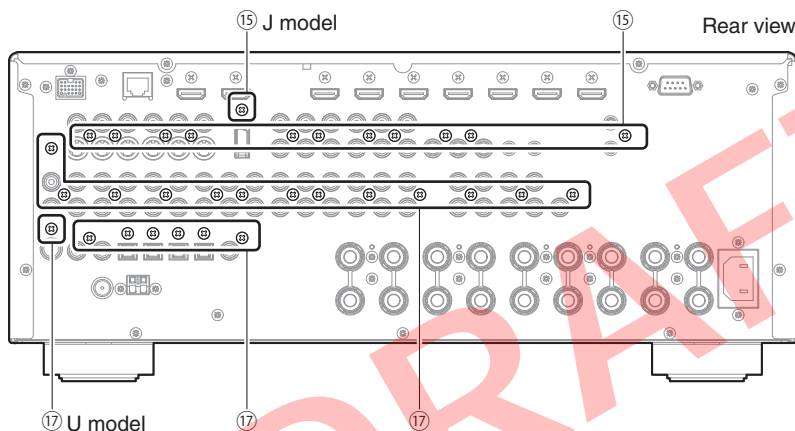

Fig. 4
**5. Removal of VIDEO (1) P.C.B.**
- a. Remove 11 screws (15). (Fig. 4)
**5. VIDEO (1) P.C.B. の外し方**
- a. 15 のネジ 12 本を外します。(Fig. 4)
- b. Remove 20 (U model)/19 (C, R, T, K, A, B, G, F, L models) screws (17). (Fig. 4)
- b. 17 のネジ 19 本を外します。(Fig. 4)